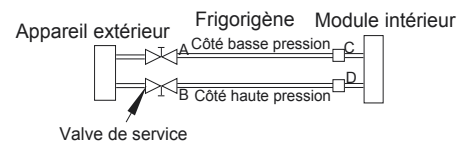

Figure 80 – Valve de service
1. Serrez complètement les écrous évasés A, B, C, D, (pour tous les ventilo-convecteurs). Raccordez la jauge du tuyau de charge à un ou à tous les circuits (si vous utilisez un collecteur à plusieurs raccords aux ports de charge de la valve de service côté basse pression (consultez la figure 80).